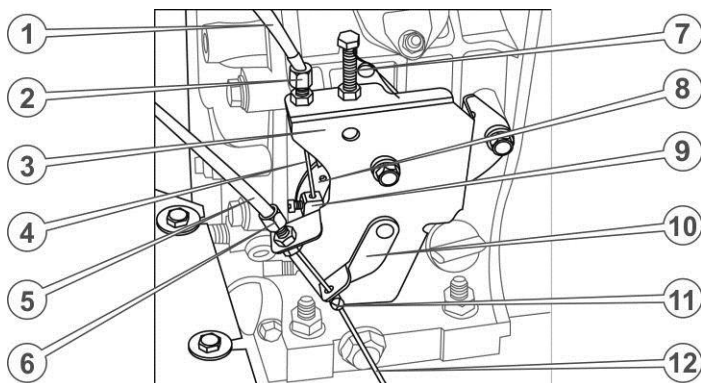
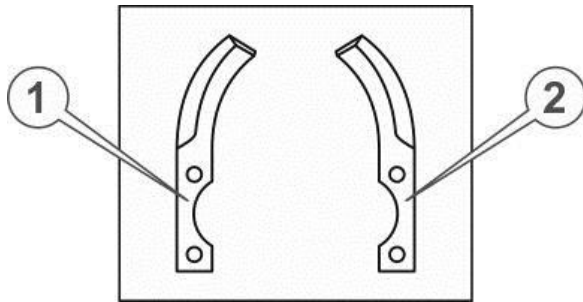

Рис. 9. – Регулювання тросів праворуч
Рис. 12. – Правий та лівий ножі
30. Приєднати трос управління подачі палива, що йде від важеля на правій рукоятці керма. Для цього видалити пластикові фіксатори на коромислі механізму управління подачею палива, вставити сорочку троса в гніздо корпусу важеля регулювання подачі палива до упору, вставити трос в отвір регулювального гвинта (див. Рис. 9.), а потім в отвір фіксатора на коромисло механізму управління подачею палива й закріпити.
31. Приєднати трос механізму аварійної зупинки двигуна, що йде від важеля на лівій рукоятці керма. Для цього зняти з троса фіксатор і відкласти його в бік, розблокувати клавішу й підняти її вгору, вставити сорочку троса в гніздо корпусу клавіші до упору, вставити трос в отвір регулювального гвинта (див. Рис. 9.), а потім в отвір у важелі механізму блокування двигуна, надіти й закріпити фіксувальний затискач.
3. Взяти з комплекту ґрунтофрези по одному лівому і правому ножу (див. Рис. 12.)
4. Притулити приготовані ножі (наприклад, поз. 2 і поз. 3 на Рис. 12.) до кріпильного квадрата маточини уздовж двох суміжних сторін цього квадрата у такий спосіб, щоб квадрат опинився всередині загинів ножів, загострені частини ножів були спрямовані за ходом обертання (як зазначено стрілкою на рис. 9.), кріпильні отвори ножів збіглися з отворами квадрата, водночас кінцевий отвір одного ножа (поз. 3) збігся із серединним отвором іншого ножа (поз. 2). Утримуючи ножі в такому положенні вставити в отвір болт, надіти шайби й наживити гайку.